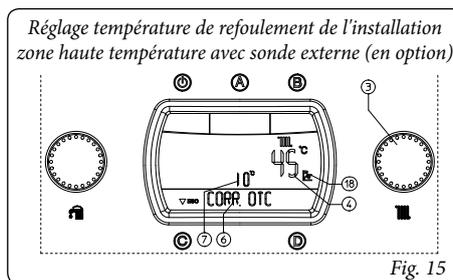

Fig. 15
FONCTIONNEMENT AVEC SONDE EXTERNE (FIG. 15) OPTION.
- **Correction zone haute température.** La correction est réglable avec le sélecteur (3) et se maintient active pour n'importe quelle température extérieure mesurée. La modification de la température offset est affichée à l'aide de l'indicateur (7). Sur l'indicateur (4) est affichée la température de refolement actuelle et, quelques secondes après la modification, elle est mise à jour avec la nouvelle correction; sur l'écran apparaît l'indication "CORR. OTC" (Fig. 15). En tournant le sélecteur (3) dans le sens des aiguilles d'une montre, la température augmente. Dans le sens contraire des aiguilles d'une montre, elle diminue.